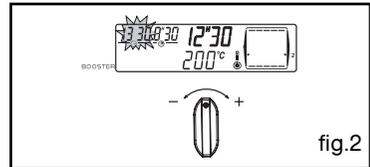

fig.2
Exemple : fin de cuisson à 13h30 (fig.2).
- Ajustez le temps choisi en tournant le bouton de réglages vers + ou - (fig.2) jusqu'à obtenir la durée voulue (maxi 60 minutes).